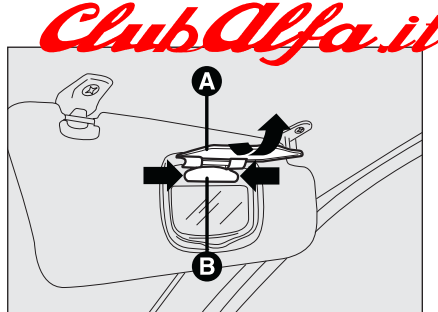

fig. 38
- ☐ aprire la copertura **A-fig. 38** dello specchietto;